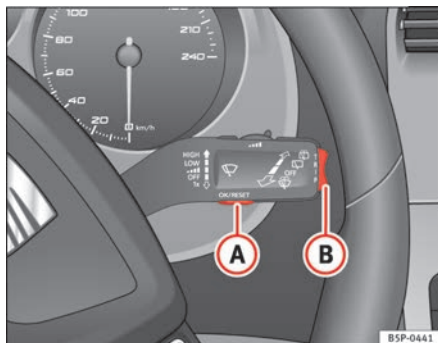
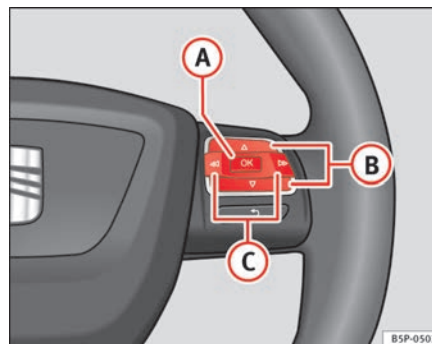

Abb. 43 Scheibenwischerhebel: Taste A zum Bestätigen von Menüpunkten und Wippe B zum Wechseln der Menüs
Abb. 44 Bedienelemente am Lenkrad: Taste A zum Bestätigen der Menüpunkte und Tasten B zum Wechseln der Menüs
- Zum Aufrufen des Menüs „Einstellungen“ drücken Sie die Taste **C** ⇒ Seite 66, Abb. 44, bis die entsprechende Anzeige am Display erfolgt. Nun befinden Sie sich in diesem Menü.
- Zum Umschalten zwischen den Speichern drücken Sie bei eingeschalteter Zündung kurz die Taste **A** ⇒ Seite 66, Abb. 43 ⇒ Seite 66 am Scheibenwischerhebel oder die Taste **OK** am Multifunktionslenkrad ⇒ Seite 66, Abb. 44 ⇒ Seite 66.
In der Multifunktionsanzeige können Sie durch Betätigen der Wippe **(B)** ⇒ Seite 66, Abb. 43 ⇒ Seite 66 am Scheibenwischerhebel oder durch Drücken der Taste **(A)** bzw. **(V)** ⇒ Seite 66, Abb. 44 am Multifunktionslenkrad* die folgenden Daten abfragen.